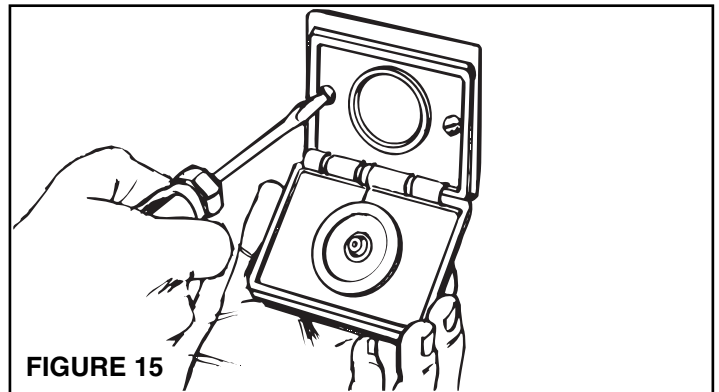

FIGURE 15
6. Consultez la figure 15. Insérez la prise dans l'encastrement, puis fixez-la en place.